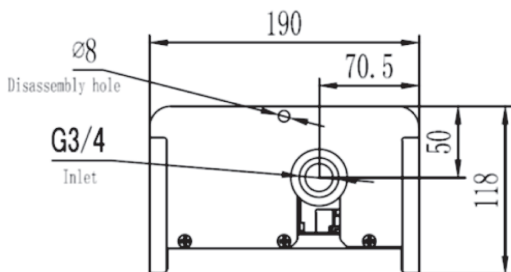

**Рисунок 3. Монтажные размеры для крепления на стены.**
**9.8.** ТЭН внутри теплообменника крепится с помощью фланца поз.9 и болтов поз.10. Герметичность обеспечивает силиконовая прокладка между ТЭНом и теплообменником. Котел облицован съемной декоративной панелью. Габаритные размеры котла приведены на Рис. 2. и Рис. 3. Схема подключения котла к электросети приведена на рисунках 6.1., 6.2., 6.3. в зависимости от модели котла.